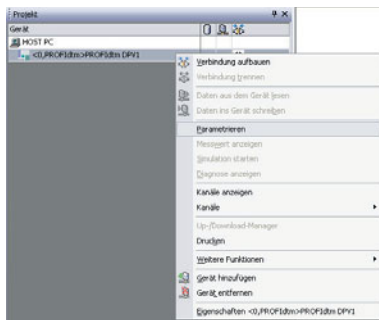

Abbildung 5.5: Aufruf des Profibus-Kontextmenüs
2. Wählen Sie im Kontextmenü **Parametrieren** (siehe Abbildung 5.5 auf Seite 39).
5. Wählen Sie im Kontextmenü **Weitere Funktionen** (siehe Abbildung 5.5 auf Seite 39).